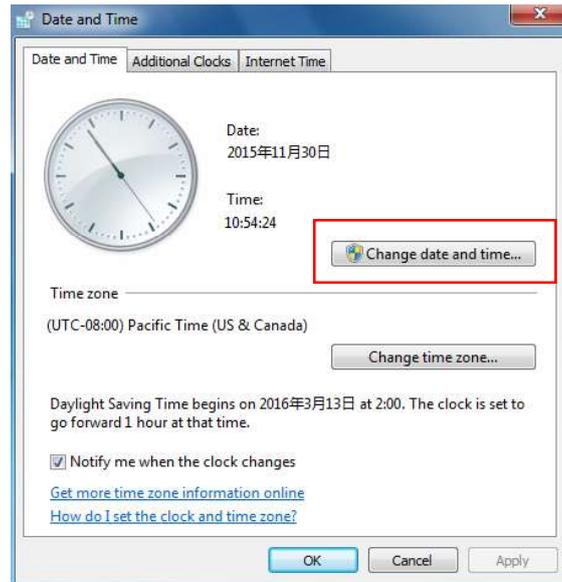

Fig. 5-4 Data e Hora setting screen
- m) **Data e Hora:** Defina a data e a hora atuais no formato definido pelo sistema. Clique em **Data e Hora** para exibir a tela **de configuração Propriedades de Data e Hora**, consulte a Fig. 5-4. Clique em **Alterar data e hora...** para entrar na tela de configuração.